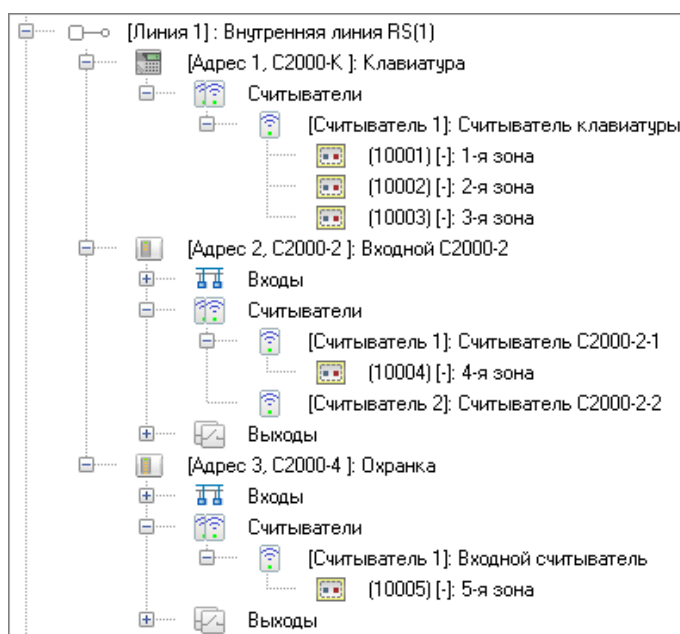

Рисунок 6-410 Привязка зон к считывателям
- 2) осуществляется привязка зон к считывателям (см. Рисунок 6-410):